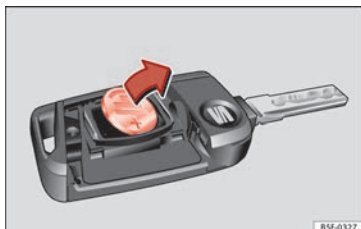

Fig. 94 Llave del vehículo: extracción de la pila.
- Extraiga la pila del compartimento con un objeto fino adecuado » **fig. 94.**
- Coloque la pila nueva tal como se muestra » **fig. 94** y presiónela en el compartimento para la pila en sentido contrario a la flecha » **❷.**